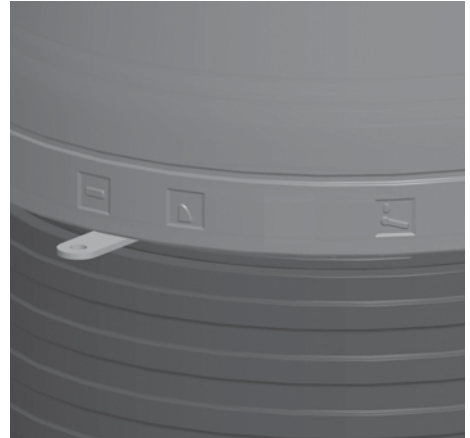

Abb. 4.13 Verbrennungsluftschieber ganz nach links geschoben - Verbrennungsluft komplett geschlossen
- Ziehen Sie den Verbrennungsluft-Schieber komplett nach links in die geschlossene Stellung (siehe Abb. 4.13) - das beruhigt die gesamten Strömung und Bewegung im Brennraum,